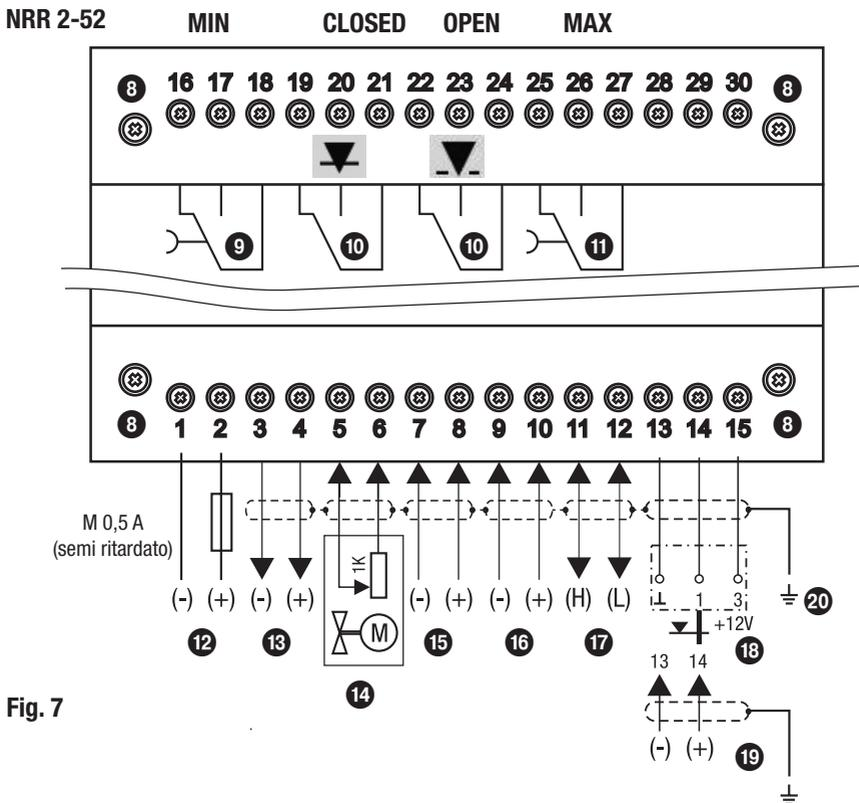
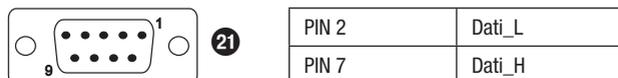

Fig. 7
Fig. 11
Eseguire i collegamenti come da schema elettrico. **Fig. 7, 8**
Sono disponibili per il collegamento degli apparecchi cavi assemblati (con connettori femmina) come parti aggiuntive. Eseguire i collegamenti delle morsettiere come da schema elettrico. **Fig. 7, 8**
Nel caso di non utilizzo dei cavi precablati, utilizzare cavo schermato di controllo multi filo, p. e. LiYCY 2 x 0,25 mm², sezione 0,25 mm², lunghezza massima 30 m. Collegare le morsettiere secondo gli schemi di **Fig. 7, 8**. Collegare il connettore a 9 poli D-SUB secondo **Fig. 11**. Collegare il punto di massa della custodia (URB 50) al punto centrale di massa nel quadro di controllo. Collegare lo schermo **solo da una parte** al punto centrale di massa (CEP) nel quadro di controllo. Assicurarsi che i cavi di collegamento dell'apparecchio siano nettamente separati e distanziati dai cavi di potenza.
- **Morsetteria** inferiore: Allentare le viti di fissaggio. **Fig. 7, 8**